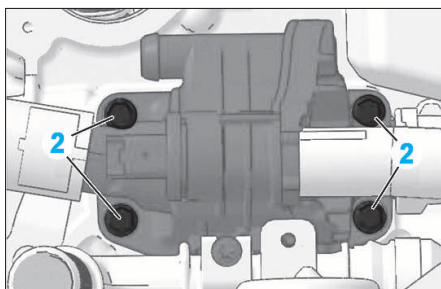

FIG. 70
- les 4 vis de fixation (2) du boîtier de sortie d'eau (Fig.70) sur la culasse.